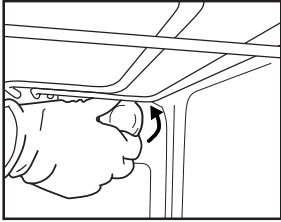
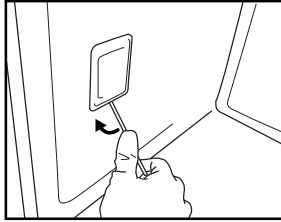

Fig. 6
Fig. 7
2. Dévissez le couvercle de l'ampoule (Fig. 6), remplacez l'ampoule par une neuve (voir Remarque pour le type d'ampoule), revissez ensuite le couvercle de l'ampoule (Fig. 7).
3. Dégagez le cache de l'ampoule en faisant levier à l'aide d'un tournevis (Fig. 7).